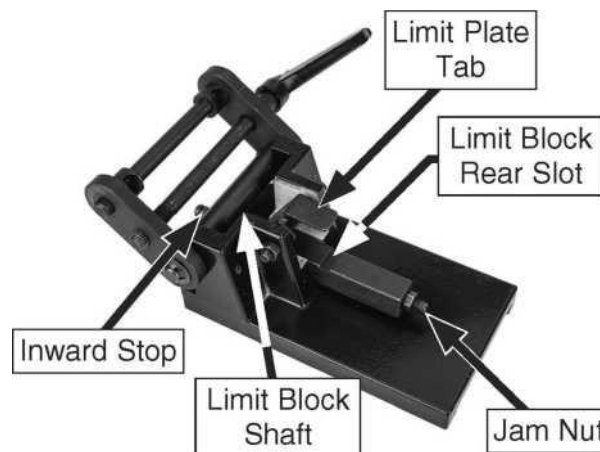

Рисунок 28. Идентификация деталей параллельного упора.
**ПРИМЕЧАНИЕ:** Параллельный упор должен оставаться под углом 90°, когда он соприкасается с валом ограничительного блока (см. Рисунок 28).
4. Установите параллельный упор на 90°, затем ослабьте стопорную гайку, расположенную на задней части вала ограничителя (см. Рисунок 28).
**ПРИМЕЧАНИЕ:** Когда параллельный упор наклоняется к столу, он останавливается, когда соприкасается с внутренним упором (см. Рис. 28).